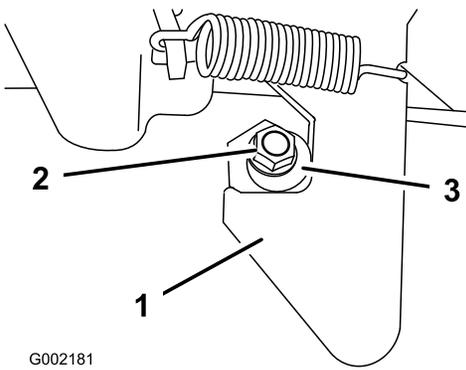

Bild 19
1. Lösen Sie die Mutter am Ende des Verriegelungsposten (Bild 19).
2. Drehen Sie den Verriegelungsposten nach rechts, bis er am Riegel anliegt. Ziehen Sie dann die Mutter fest (Bild 19).